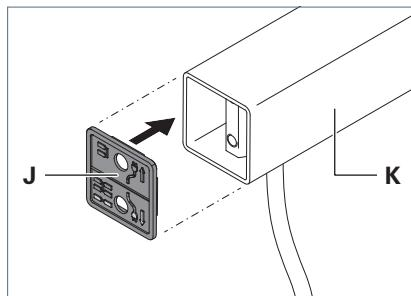

Fig. 2: Insérer la plaque de base.
- ▶ Tournez la plaque de base **J** dans la position de montage correcte et insérez-la sur le bras vertical **K**, voir Fig. 2.